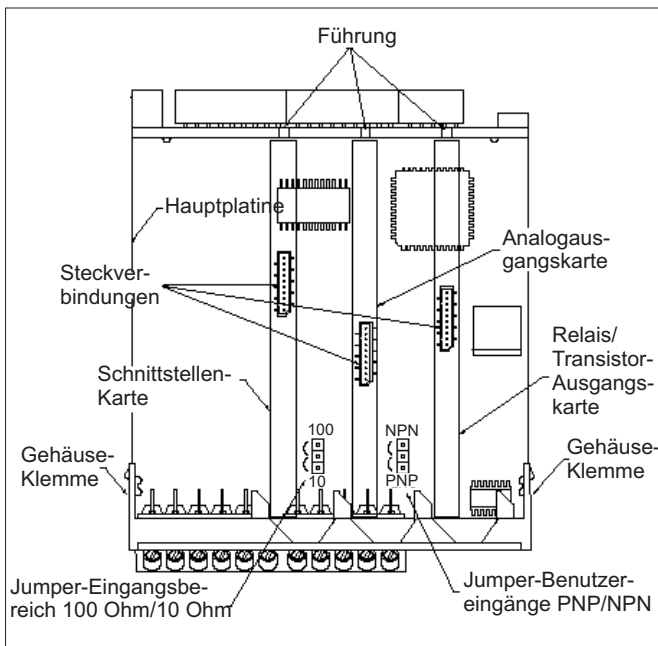

Bild 1.1 : Ausgangskarten
Die Ausgangskarten haben feste Einbaupositionen. Die Steckverbinder der Karten sind so konstruiert, dass jede Karte nur auf eine bestimmte Position passt. Die Einbaupositionen der Karten sind auf Bild 1.1 ersichtlich.
2. Stecken Sie die Ausgangskarte auf den entsprechenden Steckplatz (siehe Bild 1.1).